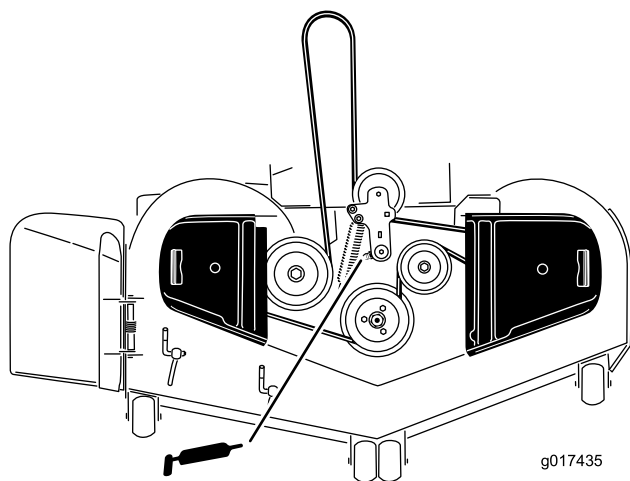

Figura 38
4. Engrase el pivote de la polea tensora de la carcasa de corte hasta que salga grasa por el extremo inferior (Figura 38).